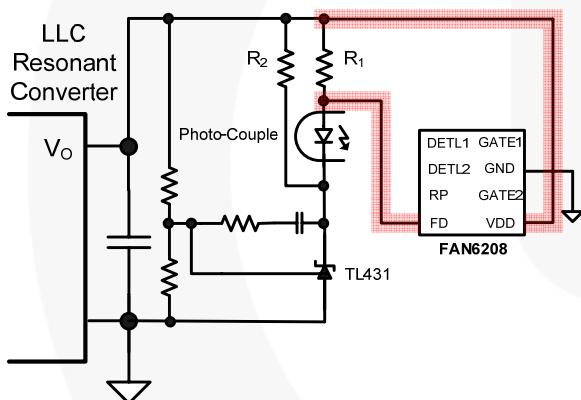
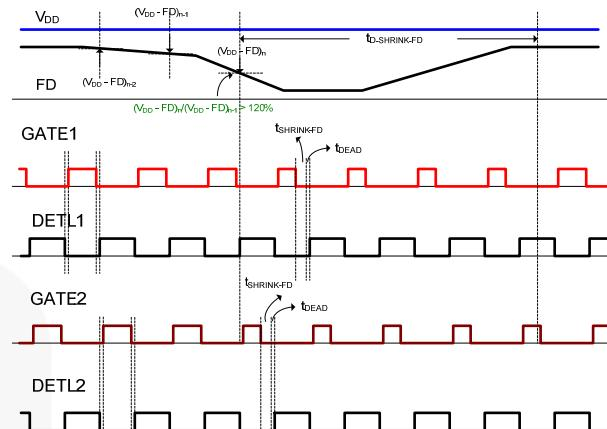

Figure 15. FD管脚的应用电路
Figure 16. 反馈检测引起的门极收缩
- 当反馈信息变化很快时，通过测量与光耦二极管串联电阻的压降，FAN6208可以监控流过光耦二极管的电流，如图15所示。如果流过光耦二极管的反馈电流增加并超出前一开关周期中反馈电流的20%，则SR门极信号收缩 $t_{\text{SHRINK-FD}}$ ，大约为1.4μs，此时 $t_{\text{D-SHRINK-FD}}$ 大约为90μs，如图16所示。